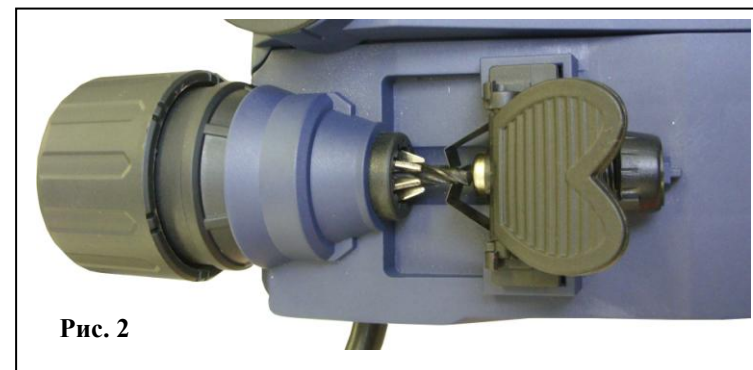

Рис. 2
6.5.1.3. Надавите на хвостовик сверла и продвиньте сверло вперед до упора поз. 11, подымите вверх рычаг фиксатора зажима, зажав грани сверла (рис. 2).